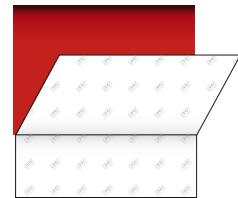

Figure 07
- Enlever alors la charnière, afin de continuer le retrait du liner, en fonction des surfaces rencontrées (cf sous paragraphes suivants). (FIG. 07)